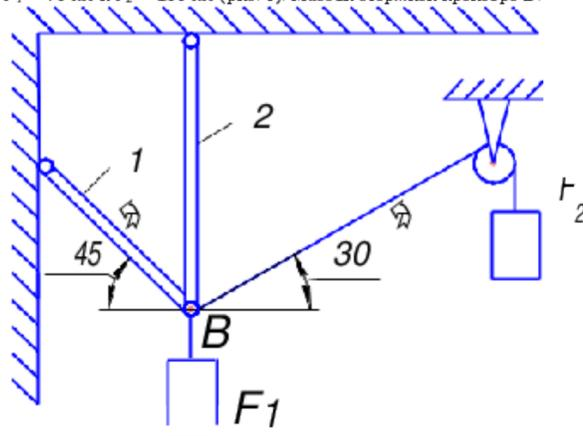

Рисунок 1
**Пример 1.** Определить реакции стержней, удерживающих грузы  $F_1 = 70$  кН и  $F_2 = 100$  кН (рис. 1). Массой стержней пренебречь.
1. Рассматриваем равновесие шарнира  $B$  (рис. 1).